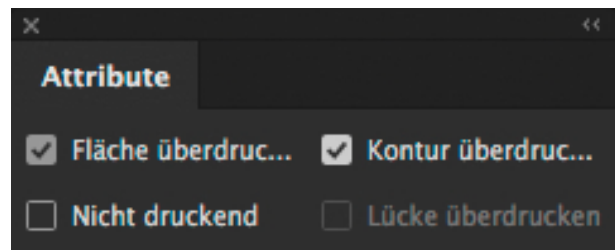

Abbildung 9
- wenn die Kontur in der Druckdatei angelegt ist, muss diese auf "überdrucken" eingestellt sein (Abbildung 9)
- kommen die Daten in einer einzigen Datei, muss der Lack auf "überdrucken" gestellt sein (Abbildung 9)